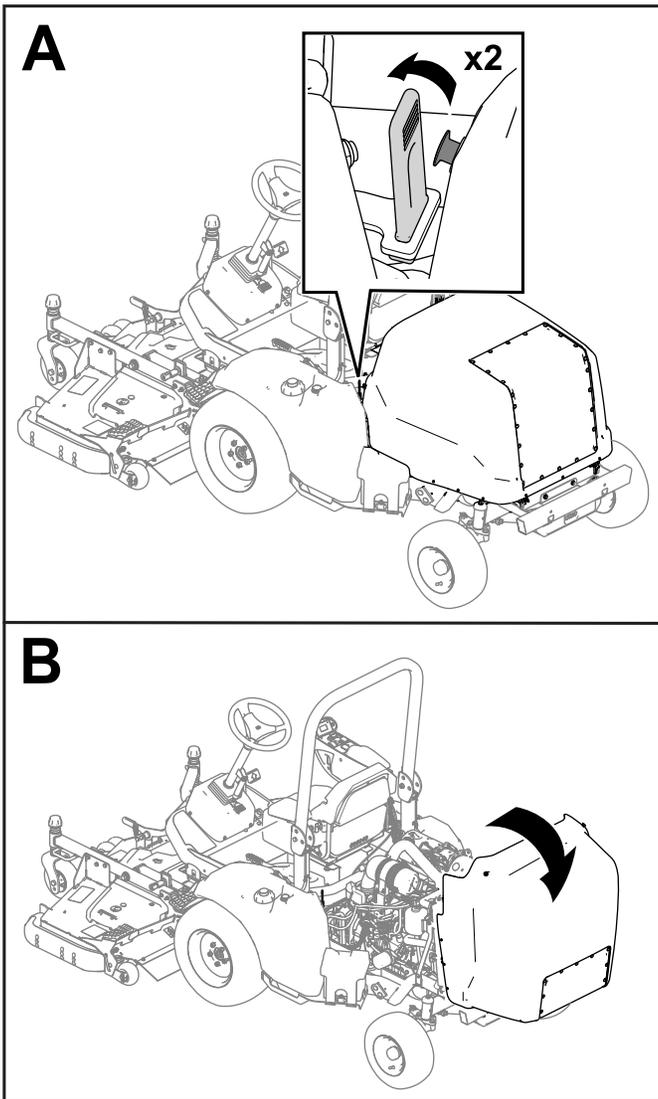

Figura 29
8. Levante el capó (Figura 29).